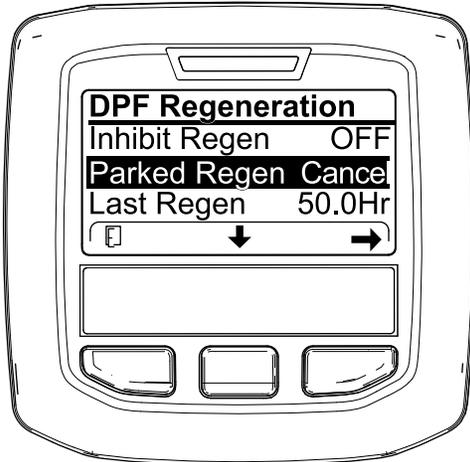
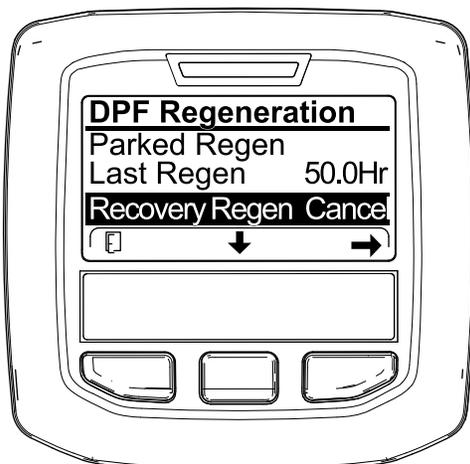

Figura 63
Figura 64
1. Accedete al menu DPF Regeneration (Rigenerazione FAP) (Figura 63).
2. Premete il pulsante centrale per scorrere il menu verso il basso fino all'opzione PARKED REGEN CANCEL (Figura 63) o all'opzione RECOVERY REGEN CANCEL (Figura 64).
3. Premete il pulsante destro per selezionare la voce Cancel relativa alla rigenerazione (Figura 63 o Figura 64).